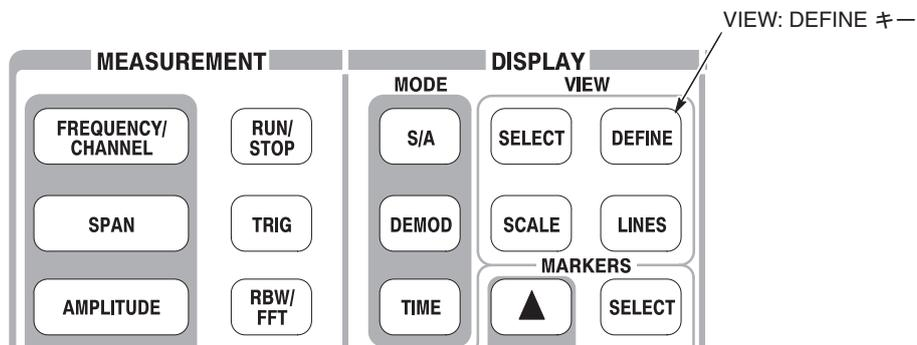

図 2-29 : VIEW: DEFINE キー
- a. **VIEW** 中の **DEFINE** キーを押します (図 2-29)。
スペクトラムとスペクトログラムが横に並んで表示されます (図 2-29)。